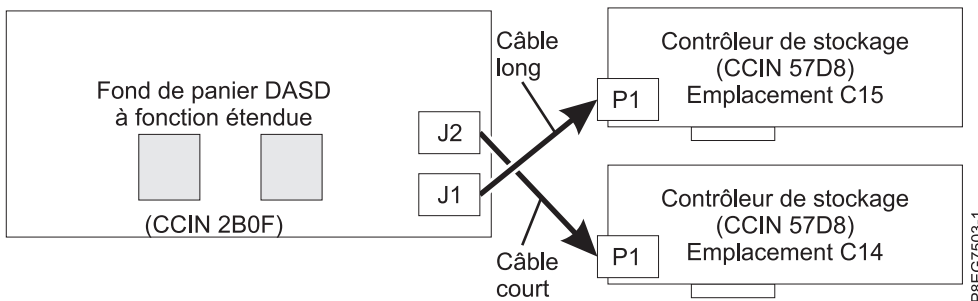

Figure 9. Reconnexion du câble SAS dans une configuration à fonction étendue
- Le câble SAS long relie le connecteur de fond de panier d'unité de disque inférieur (J1) au connecteur P1 sur la carte SAS RAID interne dans l'emplacement P1-C15. Voir figure 9.